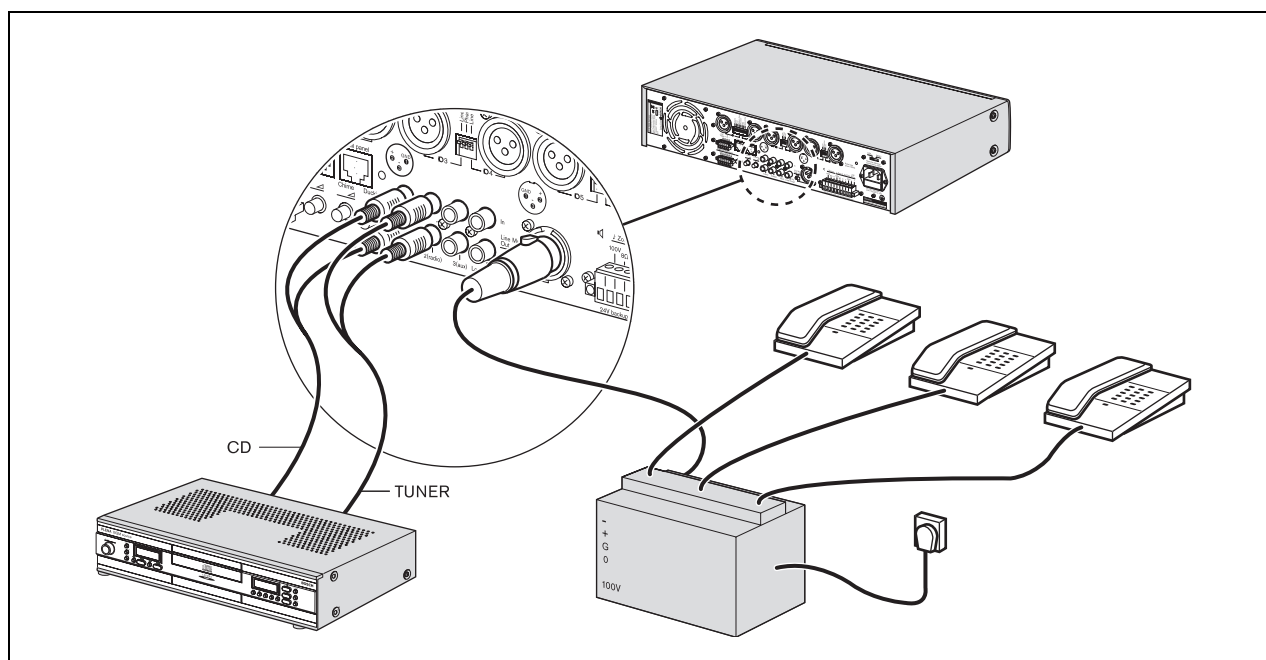

figura 4.9: Conexión de entradas de fuente de música
Utilice el conector de salida principal de música (24) para proporcionar una fuente de salida de música exclusiva para otro dispositivo. Por ejemplo, la salida principal de música puede conectarse a un acoplador telefónico, de modo que las personas que llamen puedan escuchar música cuando se les ponga en espera (véase figura 4.9).
Utilice la toma de presalida, entrada de amp (22) para conectar equipos de procesamiento de sonido externos (por ejemplo un ecualizador y un supresor de realimentación Plena) entre las fases del preamplificador y el amplificador de potencia. Véase figura 4.9.